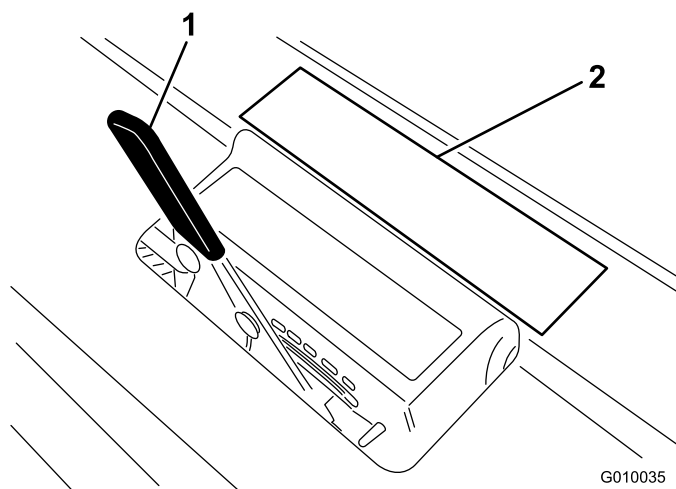

Bild 27
- Legen Sie den Stachel auf das Schild für die Stacheltiefe (Bild 27). Richten Sie ein Ende mit der gewünschten Aerifiziertiefe aus (siehe das Stacheloverlay auf dem Schild).